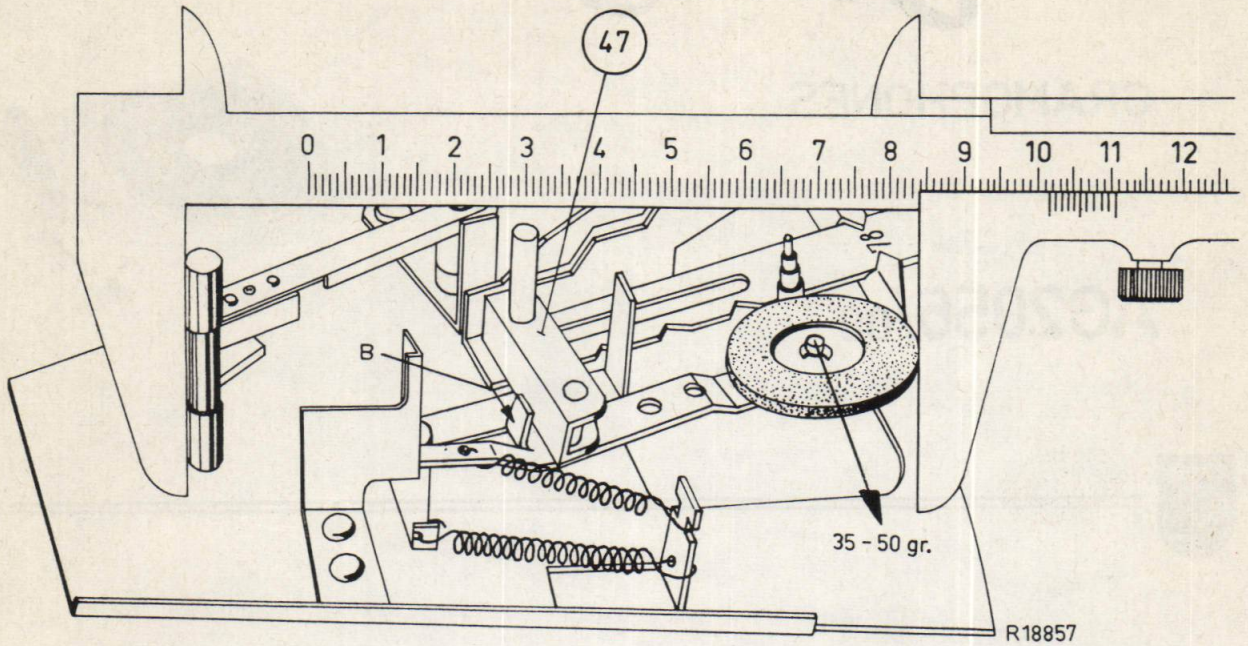

Fig.1
Met een schuifmaat kan dit gecontroleerd worden. Deze wordt - ingesteld op 101,5 mm - over het tussenwiel en de draaitafelas gehouden (zie fig. 1), waarbij het tussenwiel iets moet worden teruggedrukt.
4. De druk van het tussenwiel tegen de poelie bedraagt 35-50 gr. (zie fig. 1).